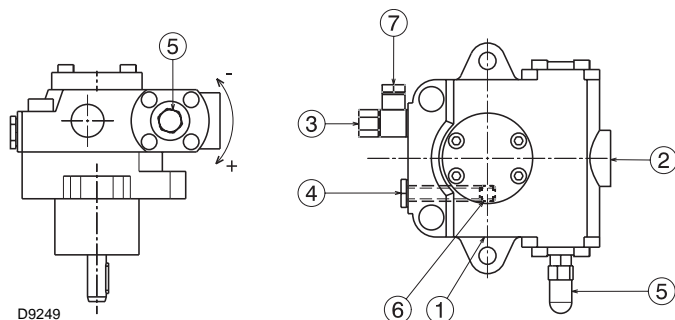

图 20
油泵安装在燃烧器上时，旁路系统被螺栓 6(图 20)堵塞。
- 启动自吸功能时，松开油泵上的螺丝 4) (图 20) 排出进油管路上的空气。
图示 (图 20)
为了调整油泵压力，可调节相关螺丝 5) (图 20)。见第 16 页 (页 16) 信息。